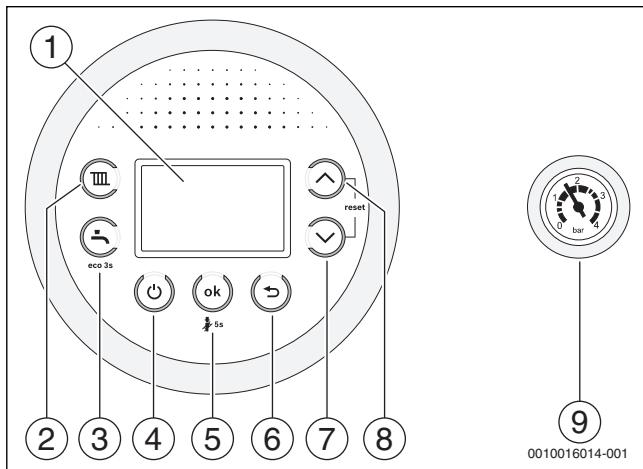

Fig. 1
- Opriti aparatul folosind tasta  (→ fig. 1).